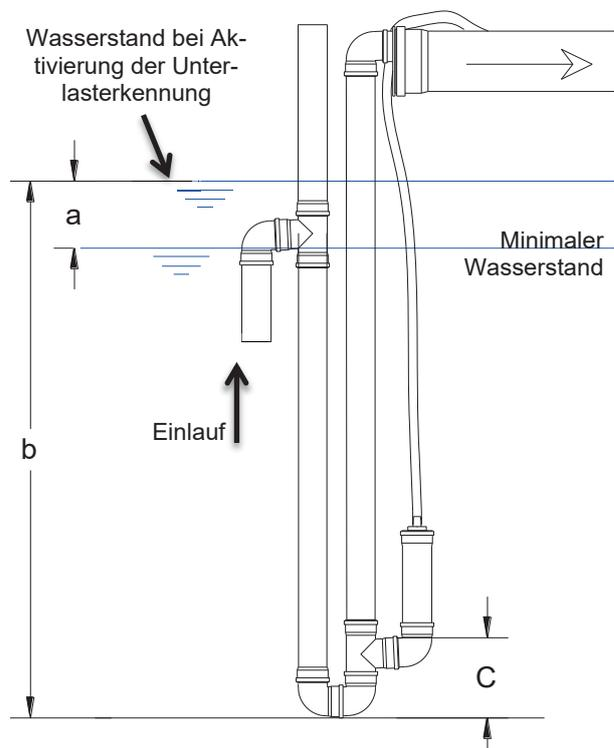

Abbildung 13: Beschickungsheber, Höhen in der Vorklärung
Offset c [cm] = gemessene Füllhöhe b [cm] – errechnete Füllhöhe d [cm] (s. *Abbildung 13*, S. 74)
Die erste Kammer (Schlamm Speicher/Puffer), in der sich der Beschickungsheber befindet, muss mit Wasser bis zu der Höhe gefüllt werden, an der ein Reinigungszyklus ausgelöst werden soll. Dieser Wasserstand ist abhängig von der Geometrie des Behälters und den angeschlossenen Einwohnern (EW). Die empfohlenen Pufferhöhen a (s. *Abbildung 13*, S. 74) über dem minimalen Wasserstand sind für die verschiedenen Konstellationen in der nachfolgenden Tabelle angegeben.